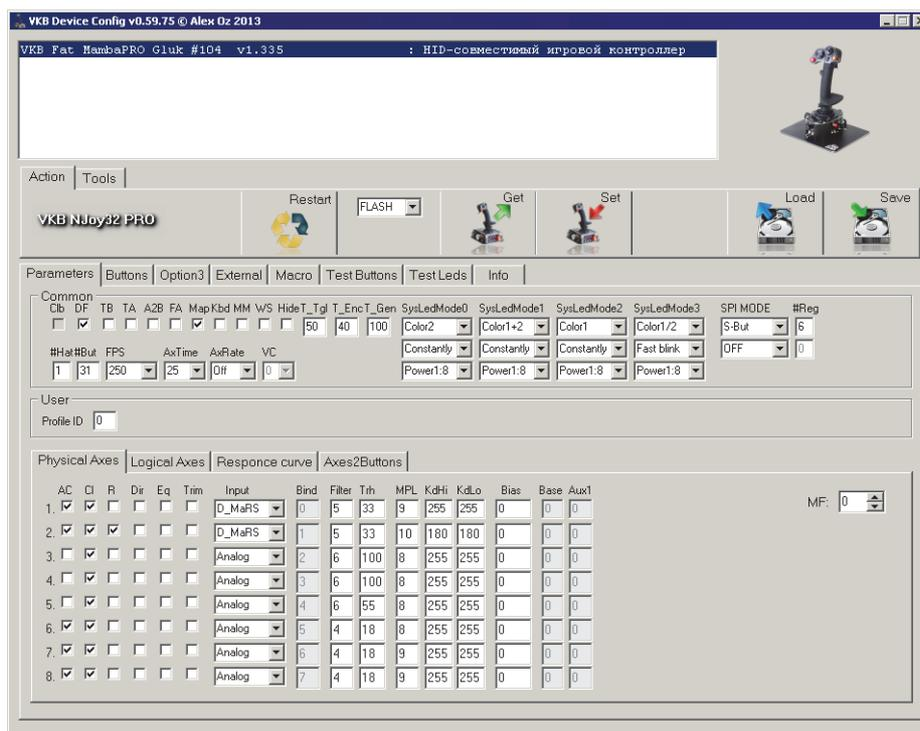

Рис. 3.7.
- Введите в поле **#Reg** значение, равное 6 (рис. 3.7) для джойстика Fat Mamba, 4 — Black Mamba.